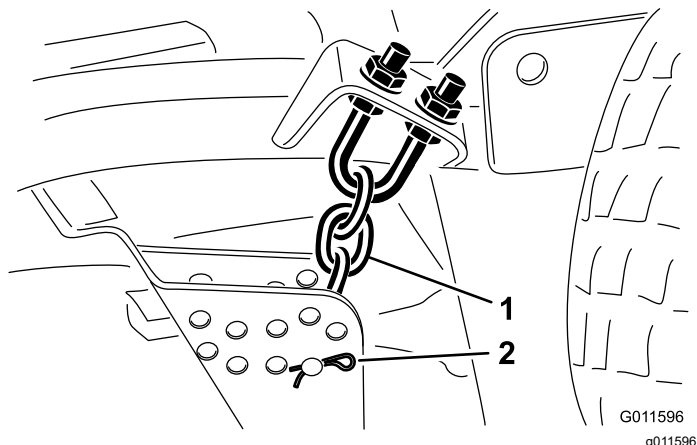

Figura 22
- Retire o perno de gancho e passador de forquilha que fixam as correntes da altura de corte à traseira da unidade de corte (Figura 22).